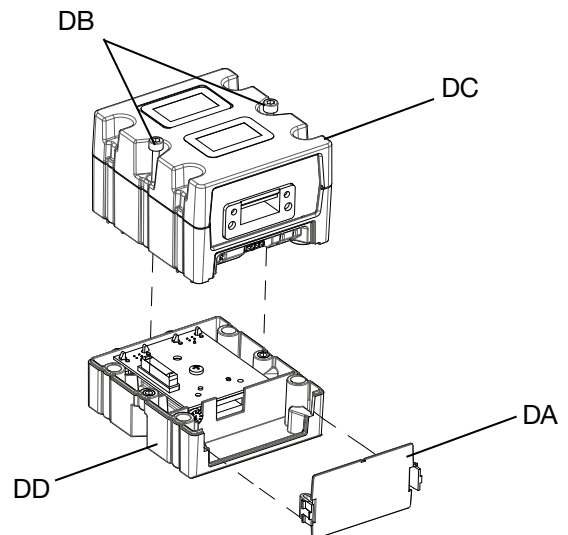

Fig. 66: Smontaggio del CGM
4. Rimuovere il coperchio di accesso dal CGM (DA). Allentare e conservare le due viti M5-0,8 x 45 mm (DB), quindi rimuovere il CGM (DC) dalla base (DD). Vedere FIG. 66..